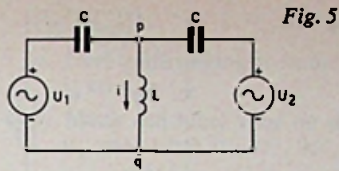

Fig. 5
② De generatoren in het netwerk van fig. 5 leveren de sinusvormige wisselspanningen: